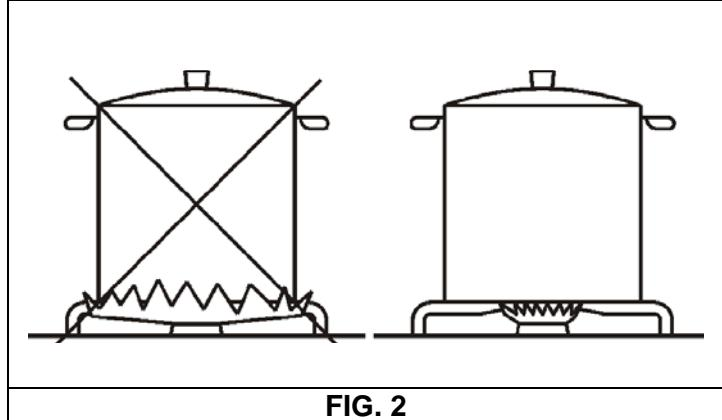

FIG. 2
- É preciso utilizar recipientes adequados a cada tipo de queimador (veja a tabela abaixo e a fig. 2).